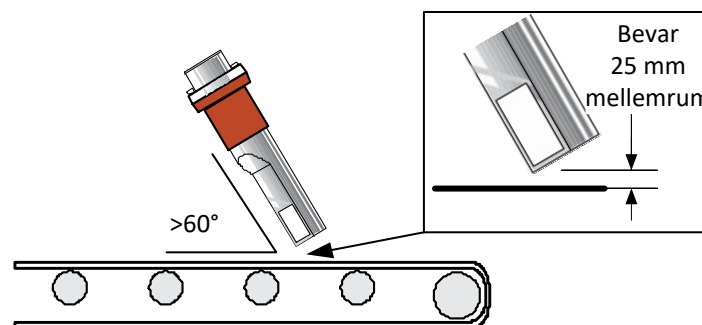

Fig. 11: Hydro-Probe monteret i 45° vinkel for at mindske materialeophobning
- Hydro-Probe huset kan installeres i en 60–90°-vinkel på transportorbåndet for at mindske materialeophobning. Det er vigtigt at bevare 45°-vinklen i forhold til materialeflowet og mellemrummet på 25 mm mellem sensor og transportorbånd (se Fig. 11).